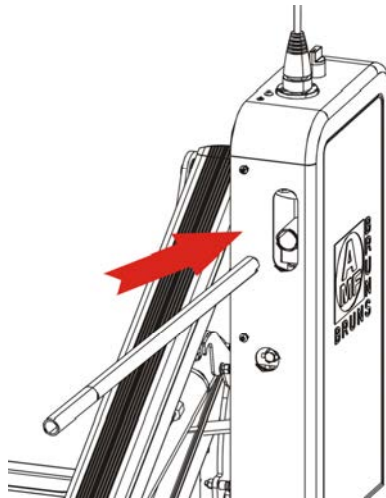

Abbildung 14: Pumpenbetätigung (1)
- ⇒ Stecken Sie den Bedienhebel in die Pumpenbetätigung an der Hydraulikanlage ein (siehe Abbildung 14, Seite 31).